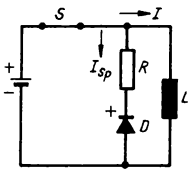

Bild 75
- 8.35** Beim Abschalten von Spulen treten am Schalter hohe, durch die Selbstinduktion bedingte Spannungen auf. Erläutern Sie die Wirkungsweise der in Bild 75 dargestellten Schaltung zur Reduzierung des Öffnungsfunkens am Schalter S.